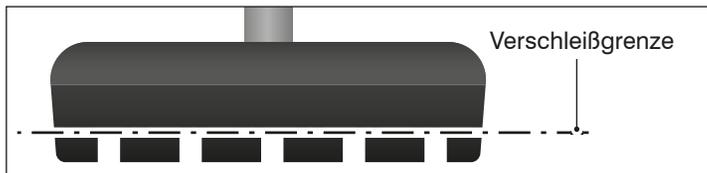

Abb.: W-3 Bremsklotz mit Rillen als Verschleißgrenze (exemplarisch).
1. Prüfen Sie, ob die Verschleißgrenze der Bremsklötze erreicht ist (siehe Abb.: W-3).